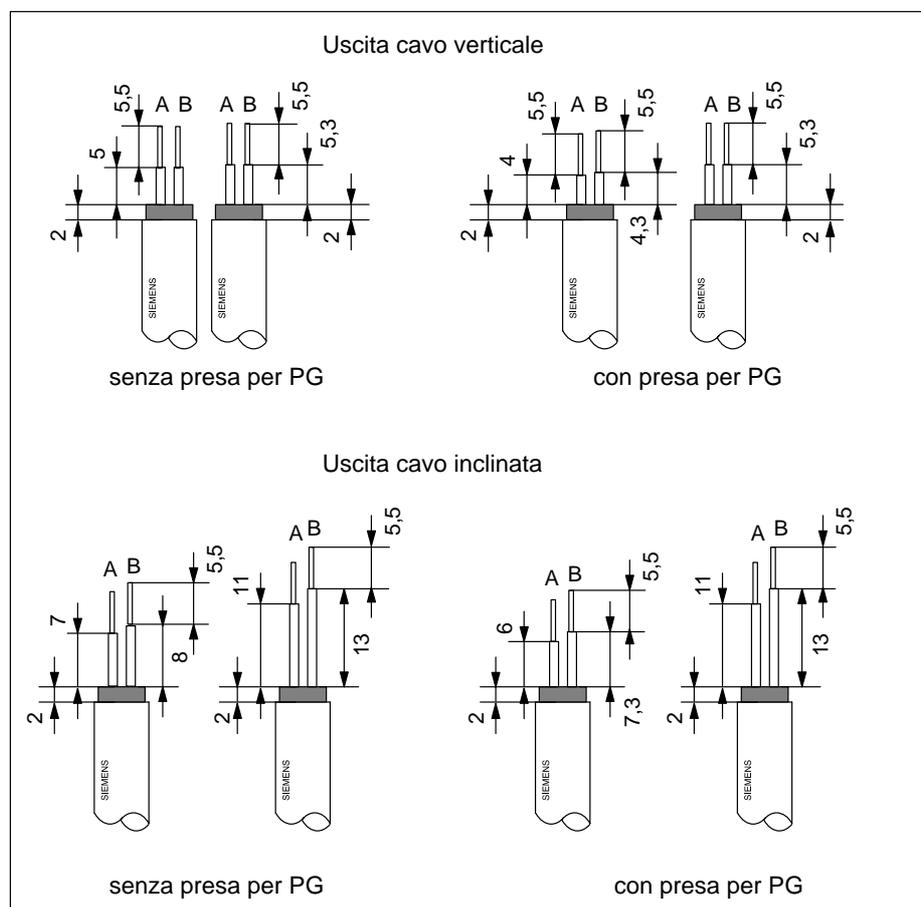

Figura 3-13 Lunghezza dell'isolamento da eliminare per il collegamento del connettore di bus (6ES7 972-0B.20 ...)
1. procedere alla spellatura del cavo come rappresentato in figura 3-13.